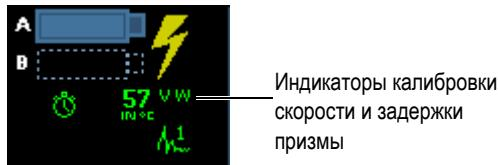

Рис. 5-8 Индикаторы скорости (V) и задержки призмы (W)
Скорость и задержка призмы откалиброваны. В нижнем левом углу экрана индикаторы калибровки скорости (V) и задержки призмы (W) меняют цвет на зеленый (см. Рис. 5-8 на стр. 129).